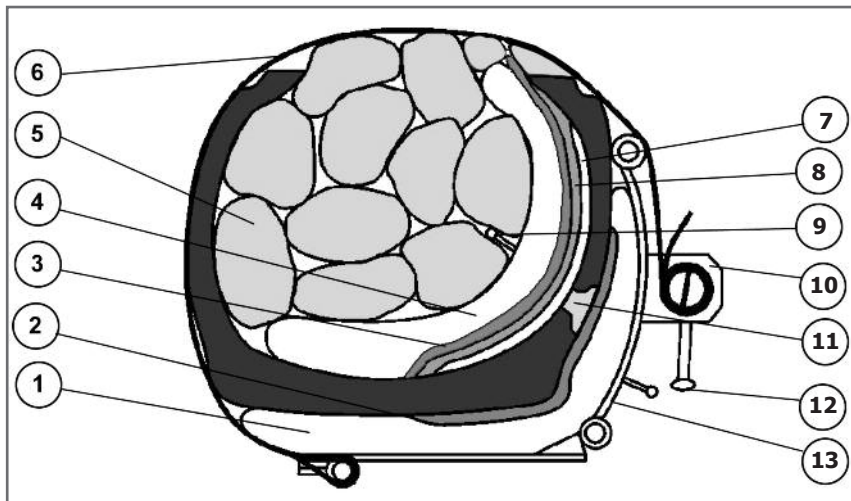

рис. 2
6.5 Внутри шины на пневмоподушку плотно уложить необходимое количество вкладышей (поз. 5), при этом обеспечить плотную укладку вкладышей симметрично относительно внутренней пневмоподушки, при этом следить за тем, чтобы ниппель и быстроразъемное соединение находились между вкладышами (см. Рис.2).
Внимание! Во избежание нарушения целостности стяжных ремней (поз. 6) запрещается их непосредственный контакт с поверхностью гибких нагревателей. Для этого, а также для предотвращения выхода из строя внутреннего гибкого нагревателя, при выступании его за борт шины, необходимо установить вкладыши (поз.5 согл. рис.2).